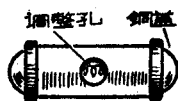

图2 固定矿石检波器外形
1. 矿石检波器 它是矿石收音机中最主要的零件。矿石检波器的外形及结构见图2、3及4。图2和3是固定矿石检波器，图4是一种活动矿石检波器。此外还有一种叫“晶体二极管”的，也是固定矿石检波器的一种，它的效果较好，但价格也高些。